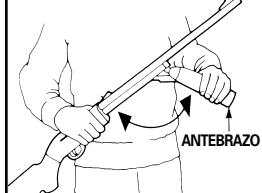

Fig. 3
- Abra por completo el antebrazo hasta que tope (Fig. 3). Asegúrese de sujetar firmemente el antebrazo al abrirlo. Podría retroceder automáticamente hacia la posición cerrada y posiblemente causar lesiones. Coloque las manos en las mismas posiciones mostradas en la Fig. 3 para evitar los apretones en caso que suelte el antebrazo. No gire el antebrazo mientras bombea. Aplique emboldadas rectas para evitar que se rompa.